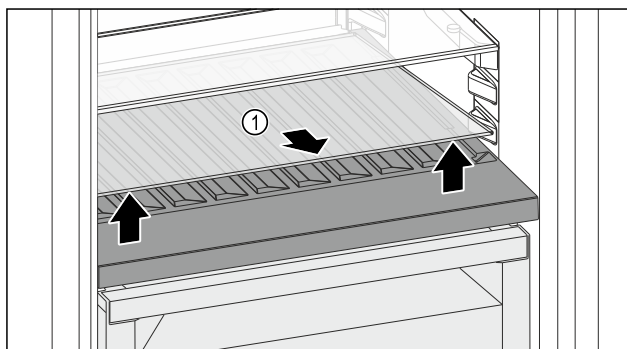

Fig. 166
- Sollevare il ripiano di vetro Fig. 166 (1) dall'incavo anteriore e rimuoverlo.
- Conservare il ripiano di vetro Fig. 166 (1) fuori dall'apparecchio in un luogo sicuro.
- Inserire il ripiano di vetro (2) sotto il vano bottiglie variabile.